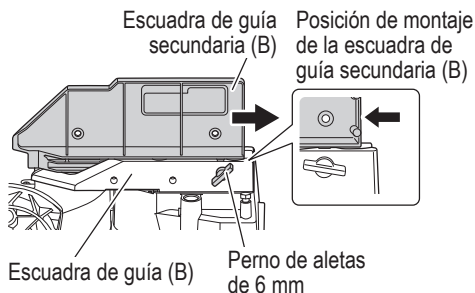

Fig. 20
Quando corte en bisel hacia la izquierda, afloje el perno de aletas de 6 mm, luego deslice la guía auxiliar (B) hacia afuera, como se indica en la Fig. 20.
En el caso del corte en ángulo directo y el corte en ángulo a bisel derecho, deslice hacia adentro hasta alcanzar la posición donde la escuadra de guía secundaria (B) hace tope y fíjela con un perno de aletas de 6 mm. (como se muestra en la Fig. 20).
Quando cambie el ajuste, rote los tornillos de fijación de 8 mm para cambiar su altura (Fig. 21-a, Fig. 21-b). Al cambiar el ángulo a bisel izquierdo de 45°, afloje el perno de aletas de 6 mm mostrado en la Fig. 20, deslice la escuadra de guía secundaria (B) hacia afuera e incline el cabezal del motor hacia la izquierda.